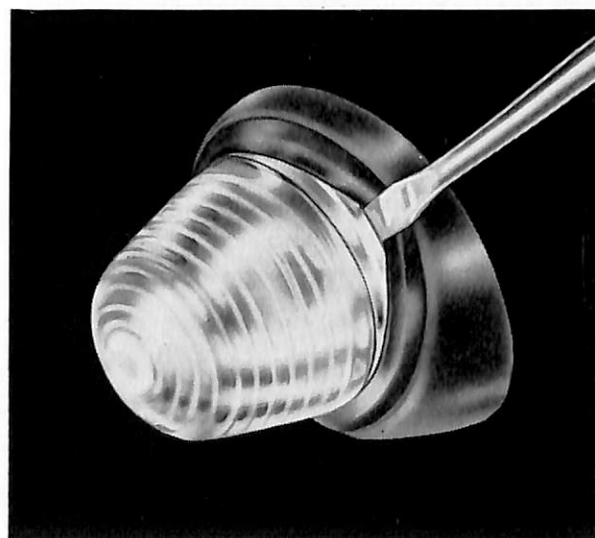

Bild 76. Demontering av glas.
2. Lossa glaset på samma sätt, bild 76.